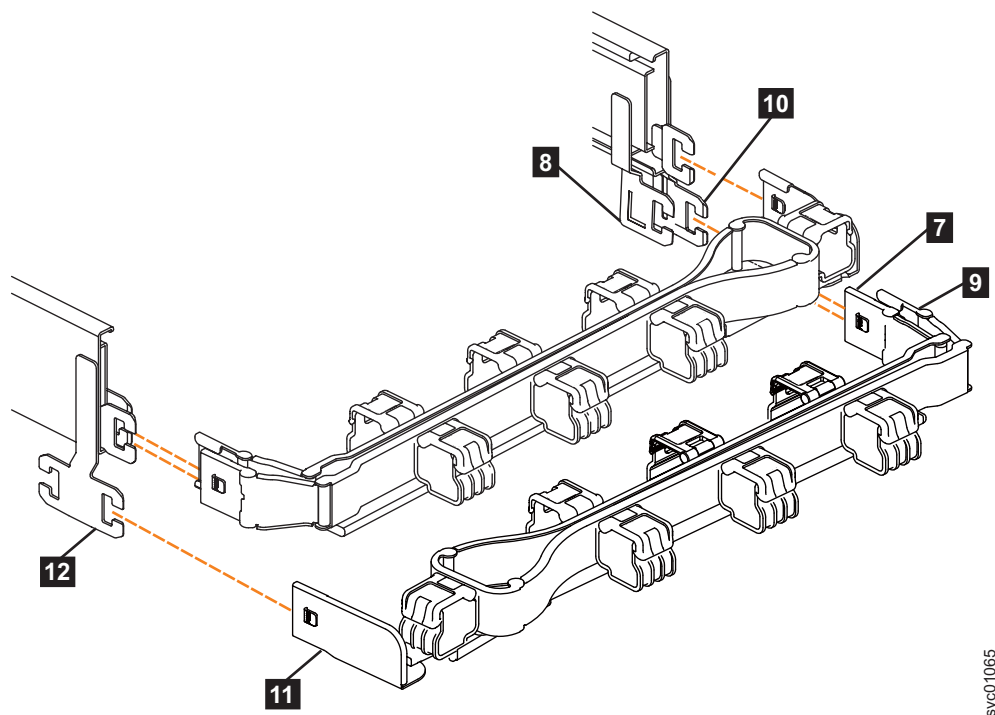

図 77. CMA アセンブリーのコンポーネントの位置の比較
注: 下部 CMA アセンブリーを取り付ける手順は、上部 CMA アセンブリーを取り付ける手順と同じです。ただし、コネクタの位置が逆になります。比較のために、サポート・レールとの位置合わせをしたときの上部と下部の CMA アセンブリーを 85 ページの図 77 に示します。上部 CMA のサポート・レール・コネクタは、右側のレールに取り付けます。下部 CMA のサポート・レール・コネクタ **11** は、左側のレールに取り付けます。
5. 図 77 に示すように、下部 CMA アセンブリーの内部コネクタ (**7**) を、右側のサポート・レールの内部メンバー(**8**) に取り付けます。
6. 図 77 に示すように、下部 CMA アセンブリーの内部コネクタ (**9**) を、右側のサポート・レールの外部メンバー **10** に取り付けます。
7. 図 77 に示すように、下部 CMA アセンブリーのサポート・レール・コネクタ (**11**) を左側のサポート・レールのコネクタ (**12**) に取り付けます。下部 CMA アセンブリがサポート・レールの端にあるフックにしっかり取り付けられていることを確認します。